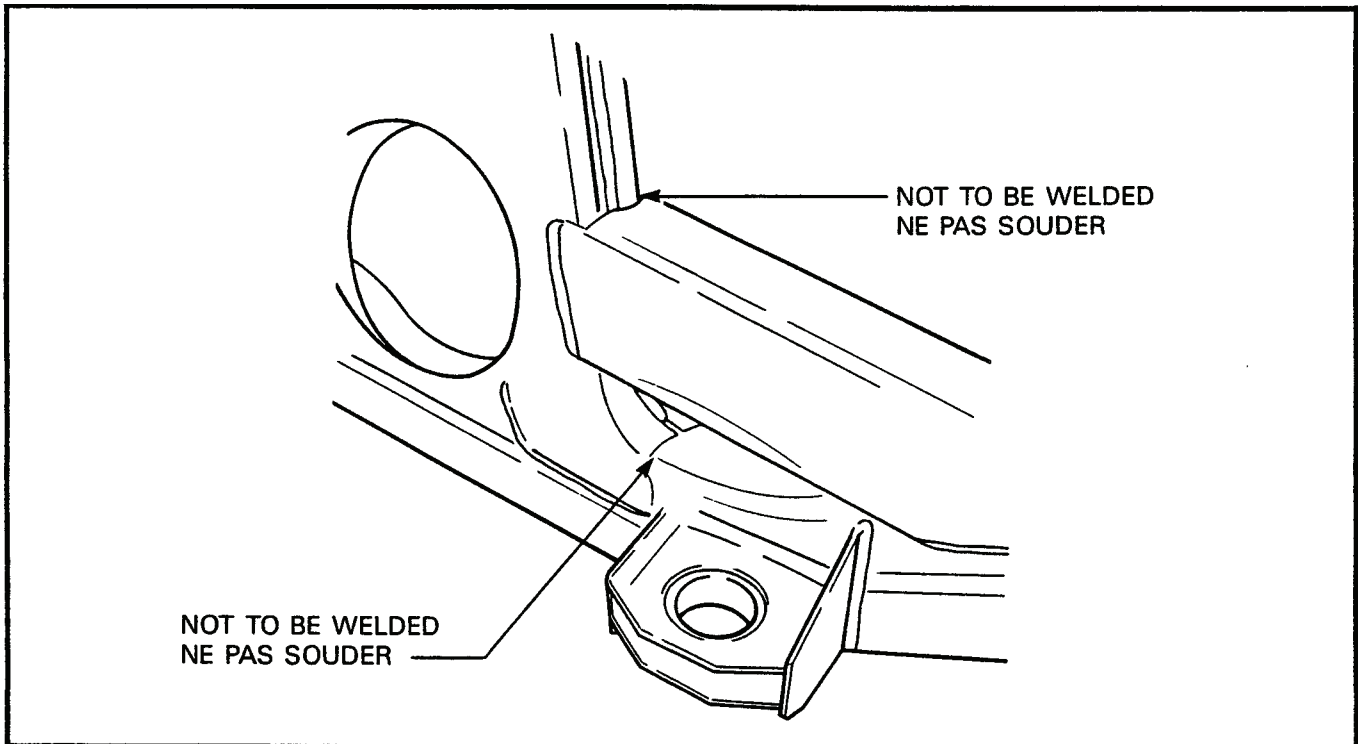

Figure 6-2-10 Areas of Spring Housing Not To Be Welded
- a. A frame jig is recommended to ensure correct alignment of the spring housing to the frame. MIG weld using a filler wire meeting CSA W48.4 class ER 480S-6 specifications. See Figure 6-2-10 for the location of those areas that are not welded. Thoroughly clean
- a. On recommande d'utiliser un gabarit de châssis pour bien aligner le logement de ressort sur le châssis. Réunir par soudure MIG au moyen d'un fil de soudage conforme à la norme ACNOR W48.4, classe ER 480S-6. Se référer à la figure 6-2-10 pour connaître les endroits à ne pas souder. Nettoyer parfaitement la